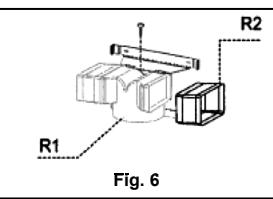

Fig. 6
Bij bepaalde modellen is standaard een groep koppelingen voorzien (fig.6) die via expansiepluggen op de muur moeten worden bevestigd, op een geschikte hoogte om de luchtstroom te kanaliseren ter hoogte van de spleten van de afvoerpip. Steek de verlengstukken R2 aan de zijkant op de koppeling R1. Sluit de koppeling R1 aan op de uitgang van de romp van de kap met behulp van een buis met een diameter van D.150mm.
• MONTAGE AFVOERPPIJPEN (fig. 6):